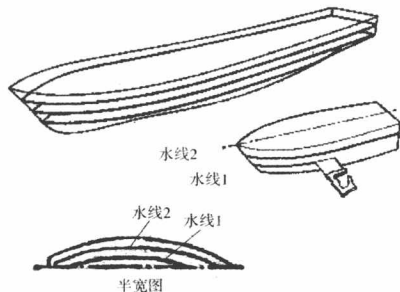

图 1-1-15 水线面与半宽水线图
(3) 半宽水线图——水线是水面同船体表面相接触的曲线，把吃水深度不同的水线，投影到设计水线面上，就可以得到水线图，如图 1-1-15 所示。由于船体左右对称，只画出水线的 $\frac{1}{2}$ 就够了，所以一般叫做半宽水线图或半宽图。视舰船吃水情况，设计水线以下常取 6~10 条水线，而在设计水线以上可少些。半宽水线从下到上分别用 0、1、2、3……编号。